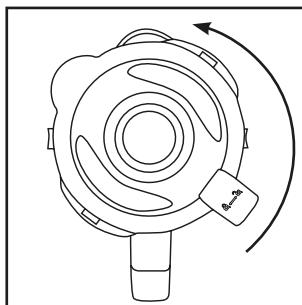

Abb.1
- 2) Entfernen Sie den Deckel **2**, indem Sie ihn so weit gegen den Uhrzeigersinn Richtung Position ↗ drehen (siehe Abb. 1), bis Sie ihn nach oben abziehen können.